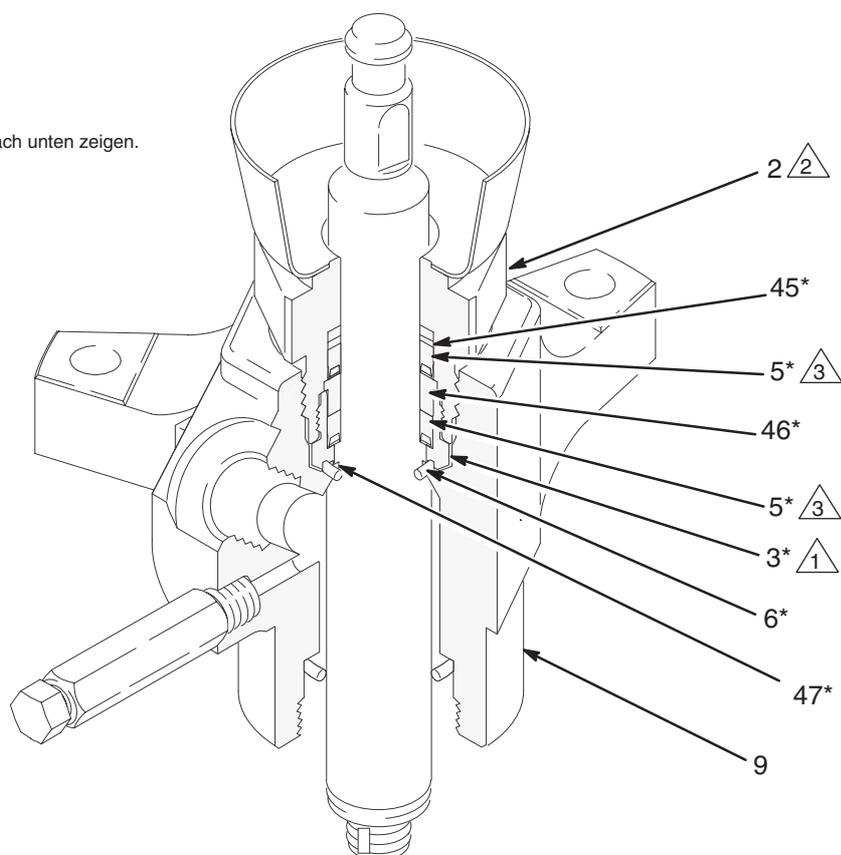

Abb. 3
2. Siehe Abb. 3. Die Packungsmutter (2) mit einer Rohrzange abschrauben. Den O-Ring (6) und die Scheibe (47) vom Boden des Packungsgehäuses (3) oder vom Auslaßgehäuse (9) entfernen.
3. Die Schlüssel­flächen der Packungsmutter (2) in einen Schraubstock einspannen. Das Packungsgehäuse (3) abschrauben und zusammen mit den Packungen wegwerfen. Scheibe (46), Dichtung (5) und Federring (45) von der Packungsmutter entfernen.
4. Der Halspackungssatz ist vormontiert. Den Satz in die Packungsmutter (2) schrauben. Sicherstellen, daß der Federring (45*), die Dichtung (5*) und die Scheibe (46*) richtig an der Oberseite des Packungsgehäuses (3*) angeordnet sind, wobei die Lippen der Dichtung nach unten weisen müssen. Das Packungsgehäuse (3*) mit 97–106 N.m anziehen. Siehe Abb. 3.
6. Die Packungsmutter (2) in das Auslaßgehäuse (9) schrauben. Mit 190–217 N.m festziehen.
- △2 Halspackungen (siehe Abb. 3).